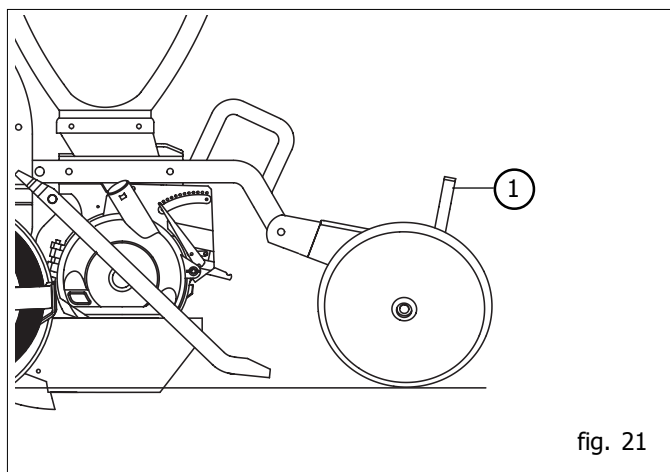

fig. 21
- Per la chiusura ed il compattamento del solco di semina, registrare con la manovella (1 Fig. 21) la pressione delle ruote inclinate posteriori.